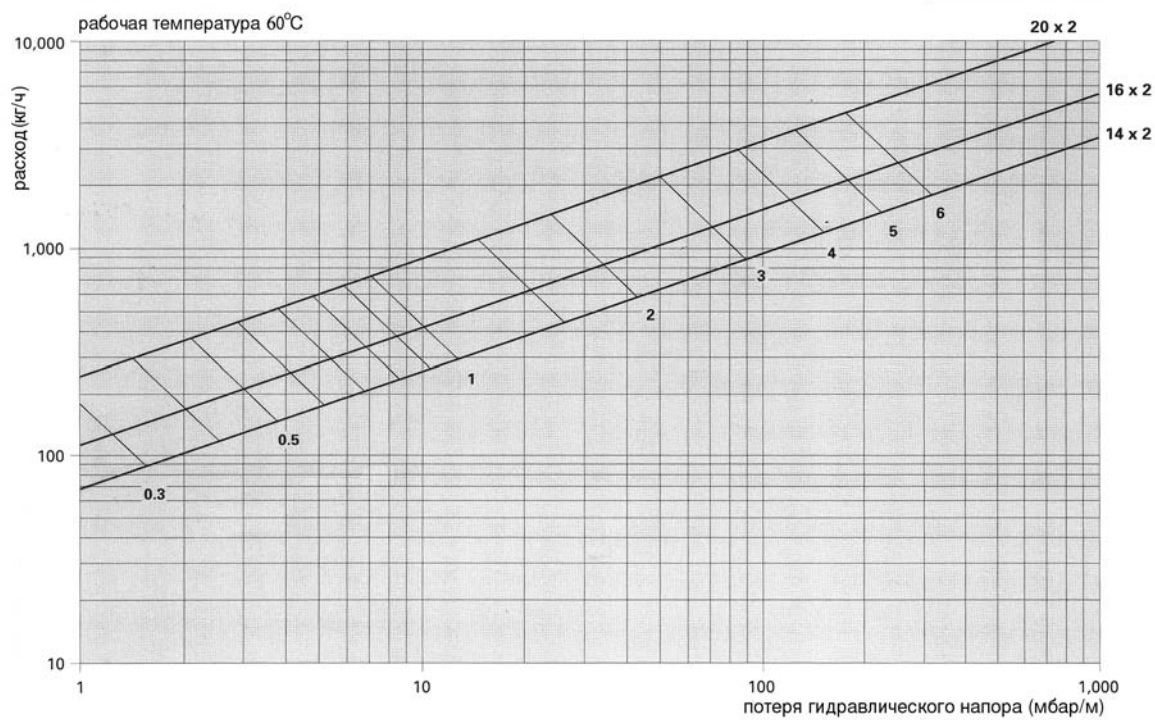

Рис. 3.4
Удельную потерю давления на трубопроводе (R) можно определить по диаграммам на рис. 3.4.